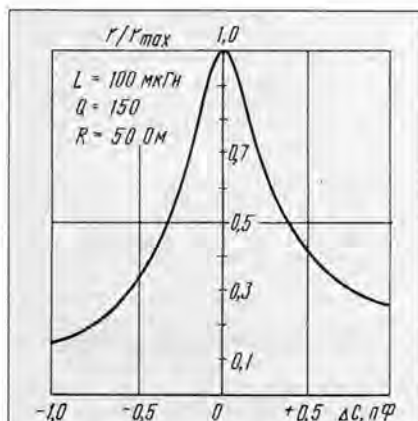

Рис. 3. Зависимость относительной дальности связи от изменения емкости  $\Delta C$  антенного контура при одинаковых расстройках передающей и приемной антенн
Электрически малые антенны узкополосны, и даже очень небольшие изменения емкости антенного контура, вызванные, например, перемещениями головы оператора, могут привести к ощутимым расстройкам. Что это может означать в пересчете на дальность, показывает рис. 3. Так, приближение головы на расстояние около 0,2 м к антенне приводит к изменению емкости на 0,2 пФ и снижению дальности на 30%. Сильное влияние на настройку оказывает также перемещение рук по корпусу радиостанции.
4. Во время связи следите за точной настройкой контура антенны (см. рис. 3). При передаче это можно делать по индикатору тока в антенне (или поля), а при приеме — по уровню шумов.